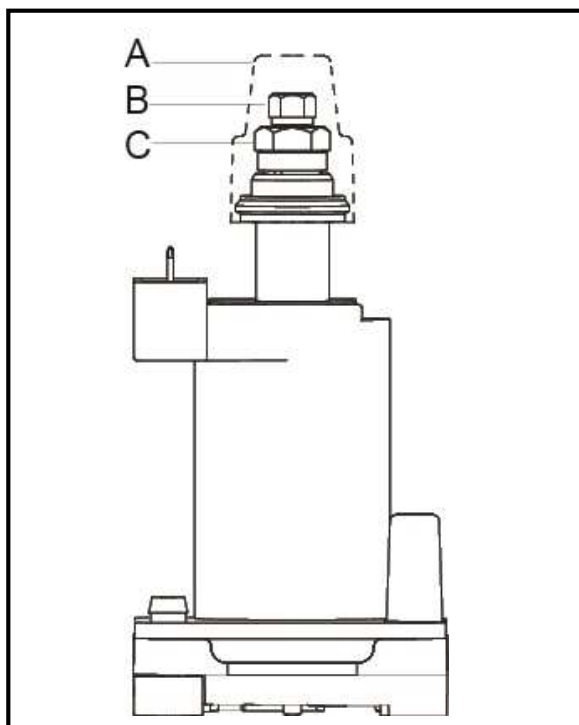

Fig. 23: Sección en corte de la sujeción del controlador con tornillo de ajuste
- ⇒ Retire la tapa de protección **A** de la sujeción del controlador (**Fig. 23**)
este valor, la **limitación mecánica** en el solenoide (tornillo de ajuste exterior **C** con SW 8, **Fig. 23**) debe cambiarse en consecuencia y debe continuarse con el ajuste. Guarde su entrada volviendo a pulsar los botones SW2(+) y SW3(-) simultáneamente durante 3 segundos.
- ⇒ Para ajustar la presión mínima, se selecciona el parámetro "PP07", como descrito anteriormente. Ajuste el valor de presión deseado de 14 mbar (1 mbar menos de la deseada) utilizando los botones SW2(+) y SW3(-). Si no se alcanza este valor, la **limitación mecánica** en el solenoide (tornillo de ajuste exterior **B** con SW 5, **Fig. 23**) debe cambiarse en consecuencia y debe continuarse con el ajuste. Guarde su entrada volviendo a pulsar los botones SW2(+) y SW3(-) simultáneamente durante 3 segundos.